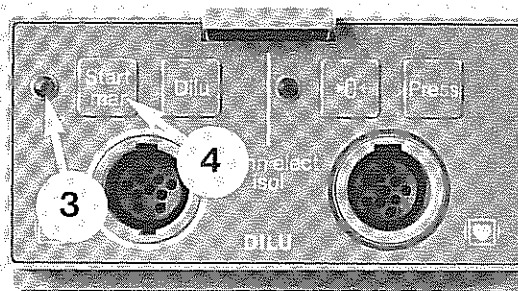

Bild 10
- * Starten Sie die Messung mit der Taste **Start/mar** (DILU-Modul) oder mit **F7 Start** (Softkey-Zeile). Die grüne Kontrolllampe am Modul **leuchtet ununterbrochen** für etwa 2 s (Bild 10). Während dieser Zeit bestimmt das Gerät den Mittelwert der Bluttemperatur. Sobald dieser Wert bestimmt ist, beginnt die Kontrolllampe als Injektionsaufforderung zu **blinken**. Außerdem ertönt ein akustisches Signal (Piepton).